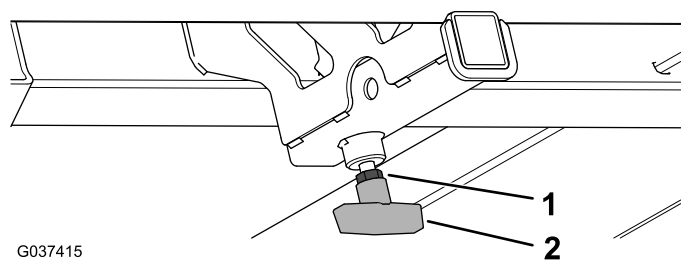

**Рисунок 9**
8. Установите T-образную рукоятку на винт с полукруглой головкой (Рисунок 9).